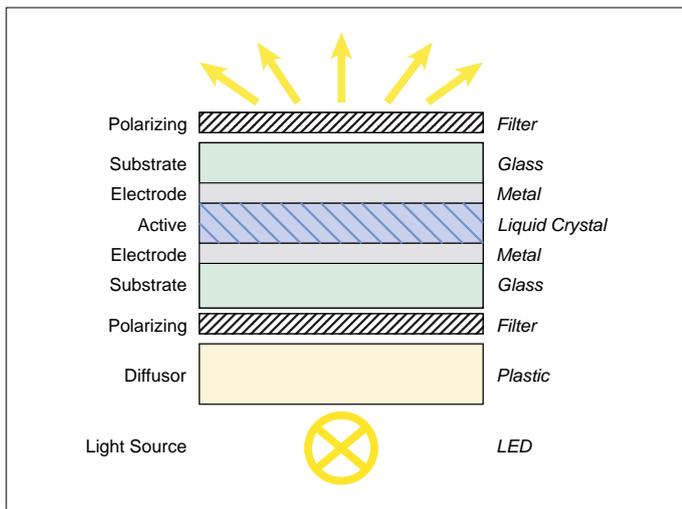
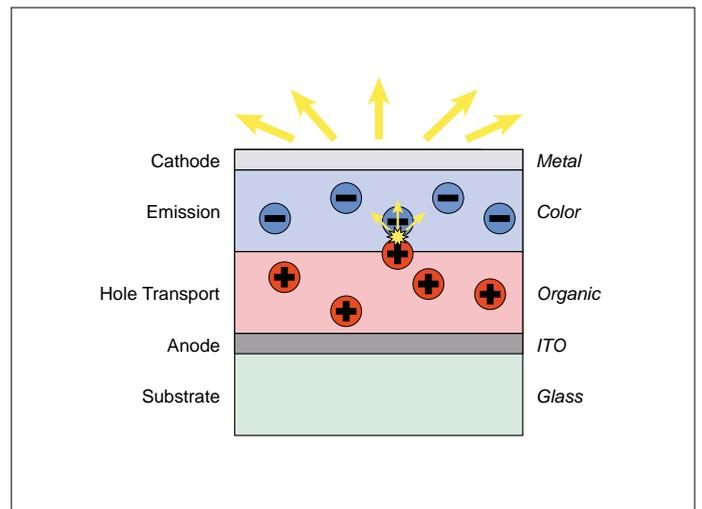

Figure 1. Principe d'un LCD.
Figure 2. Principe d'un écran OLED. (ITO : couche transparente formée d'oxyde d'indium-étain)
Les écrans OLED doivent bien avoir un plus, sans quoi ils n'auraient pas le potentiel à moyen terme de remplacer complètement les écrans LCD. Les avantages des OLED dépendent directement des faiblesses technologiques des LCD. Cela devient évident lorsque la structure de base des LCD (**fig. 1**) est comparée à celle des écrans OLED (**fig. 2**).
**Influence de l'angle** : bien que les LCD modernes soient annoncés avec un angle de vision de 178°, il est facile de vérifier que pour les angles de vue extrêmes, la luminosité baisse, et ce parfois de manière inégale selon les couleurs, de sorte que des couleurs peuvent changer selon l'angle de vue. Si l'on observe la structure de la figure 1, on se rend vite compte que ces problèmes sont inhérents à cette architecture et qu'il est impossible de les résoudre totalement, même avec des couches très minces. C'est beaucoup plus simple avec un pixel OLED. La lumière qui arrive dans la couche supérieure est en soi indépendante de la direction, et donc un angle de près de 180° peut être atteint sans effort particulier avec une baisse minimale de luminosité et pratiquement sans changement de couleur en cas de vue latérale.